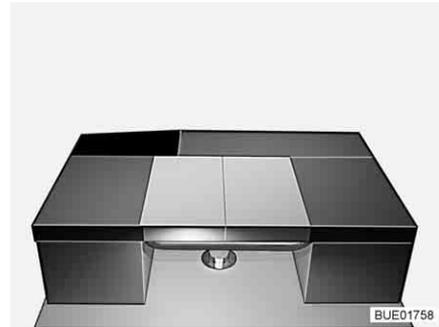

Fig. 135 Después de la transformación
- Colocar el cojín del respaldo del banco lateral en la mesa de modo longitudinal (véase Fig. 135).